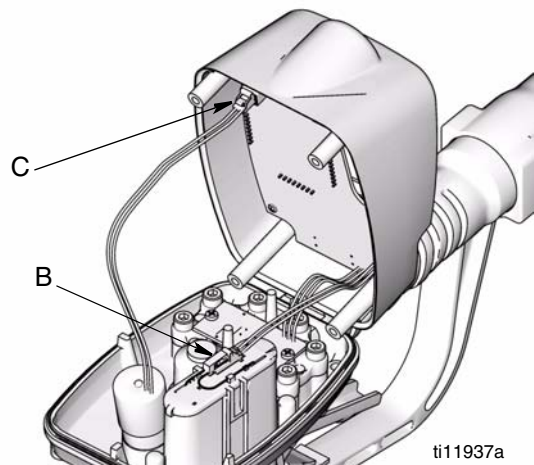

FIG. 2
2. Voltee el medidor e incline la parte trasera de la tapa (FIG. 2).